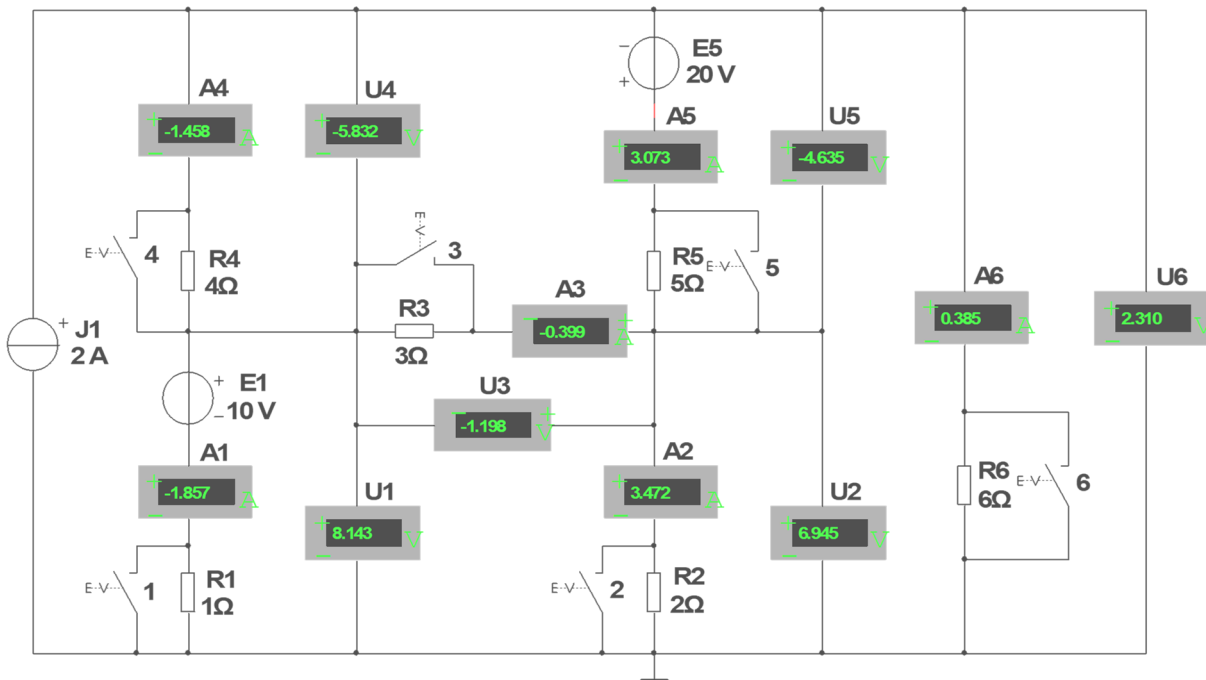

Рис. 2.3
**Задание 2.** Запустить среду MS10. Открыть файл **2.3.ms10** со схемой цепи постоянного тока (рис. 2.3), или **собрать** схему цепи на рабочем поле среды MS10, и **установить** параметры элементов: